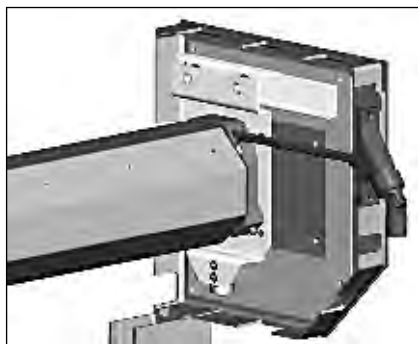

Рис.2.7
- выверить местоположение кардана, обеспечив свободное скольжение двигателя по его приводному штифту (рис.2.7);